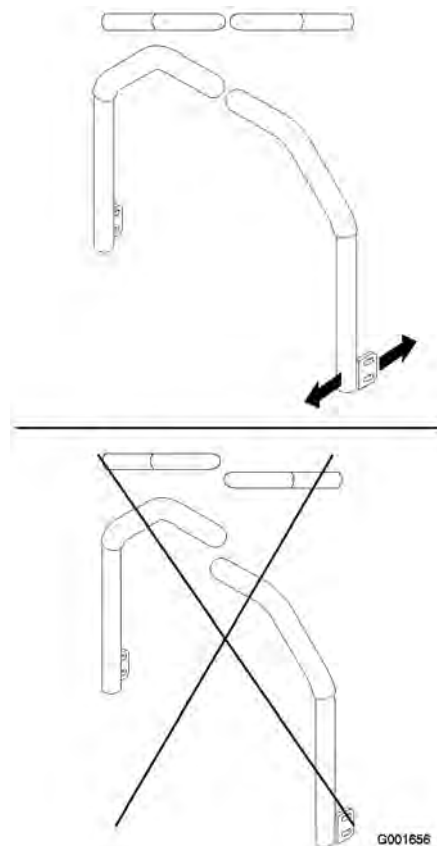

Figure 49
4. Réglez l'alignement avant/arrière des leviers en les plaçant simultanément à la position point mort puis faites-les coulisser jusqu'à ce qu'ils soient alignés, puis serrez les boulons (Figure 49).